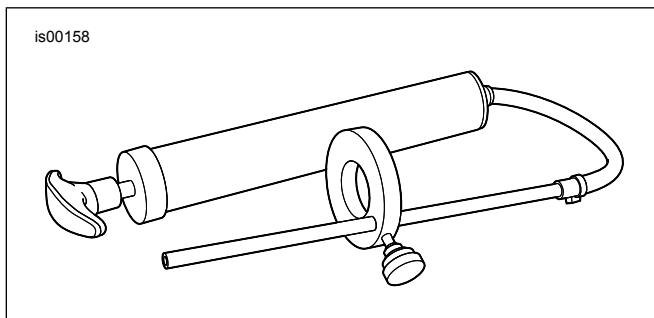

Abbildung 5. Ölstandsmesser der Vorderradgabel (HD-59000B)
- a. Siehe Abbildung 5. Den ÖLSTANDSMESSER DER VORDERRADGABEL (HD-59000B) bereitlegen.